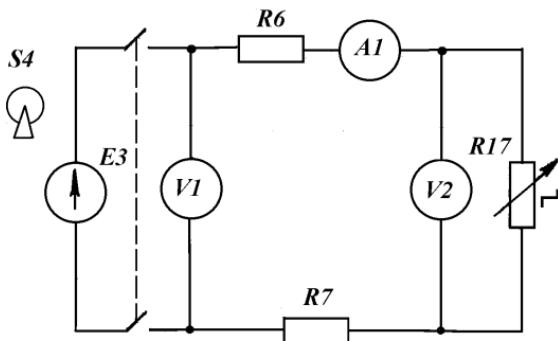

Рис. 1
Задание 1. Исследовать неразветвленную электрическую цепь с одним источником энергии (рис. 1).
8. Собрать электрическую схему (см. рис. 1) и предъявить для проверки преподавателю.